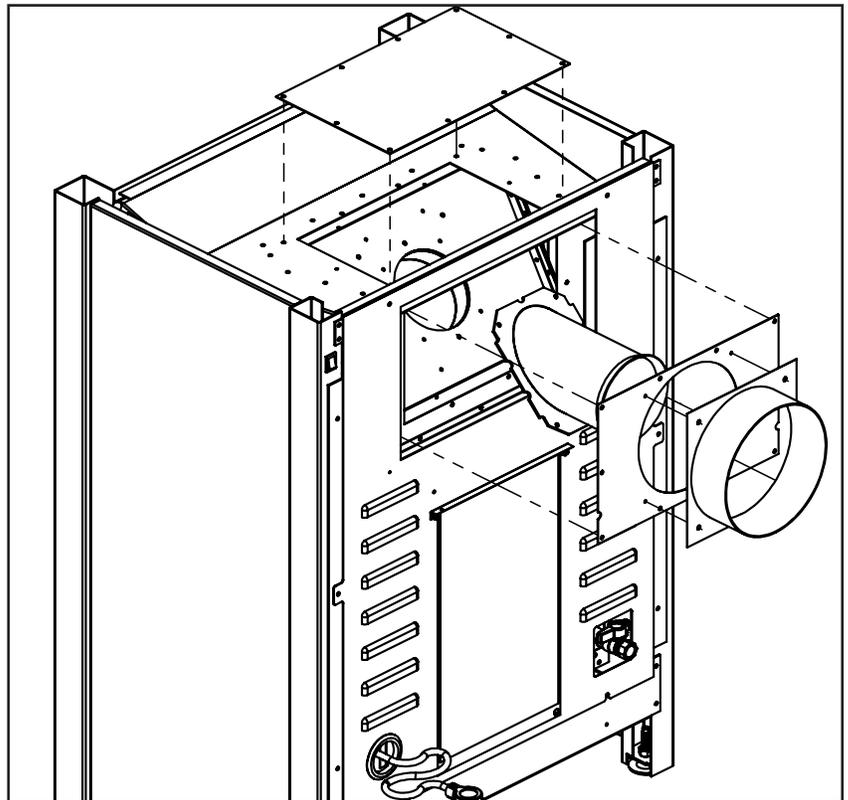

Figure 27: Conversion de ventilation – Étape 3
Étape 3 : inversez les pièces retirées comme indiqué sur la figure 27 et réinstallez les 28 vis. Pour installer correctement la plaque de base, conservez l'encoche de positionnement de chaque côté en bas. Notez également que le robinet d'échappement utilise un ensemble de trous inférieurs lorsqu'il est configuré comme évient arrière.
Un cadre de 10 po (254 mm) x 10 po (254 mm) (voir la figure 27) assurera le support et l'espacement appropriés pour le tuyau d'évacuation lorsqu'il traverse le mur. Les installations au Canada nécessitent l'utilisation d'un manchon mural pour traverser les murs et les plafonds. Tous les pare-vapeur et pare-vapeur doivent être conformes aux codes du bâtiment local.